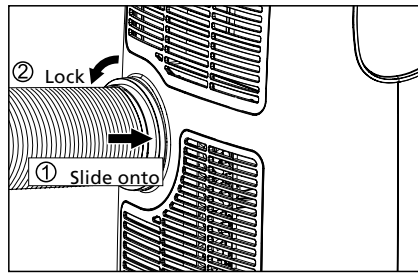

Fig. 4
- 3** Montieren Sie den Schlaucheinlass in das Gerät (Abb. 4).